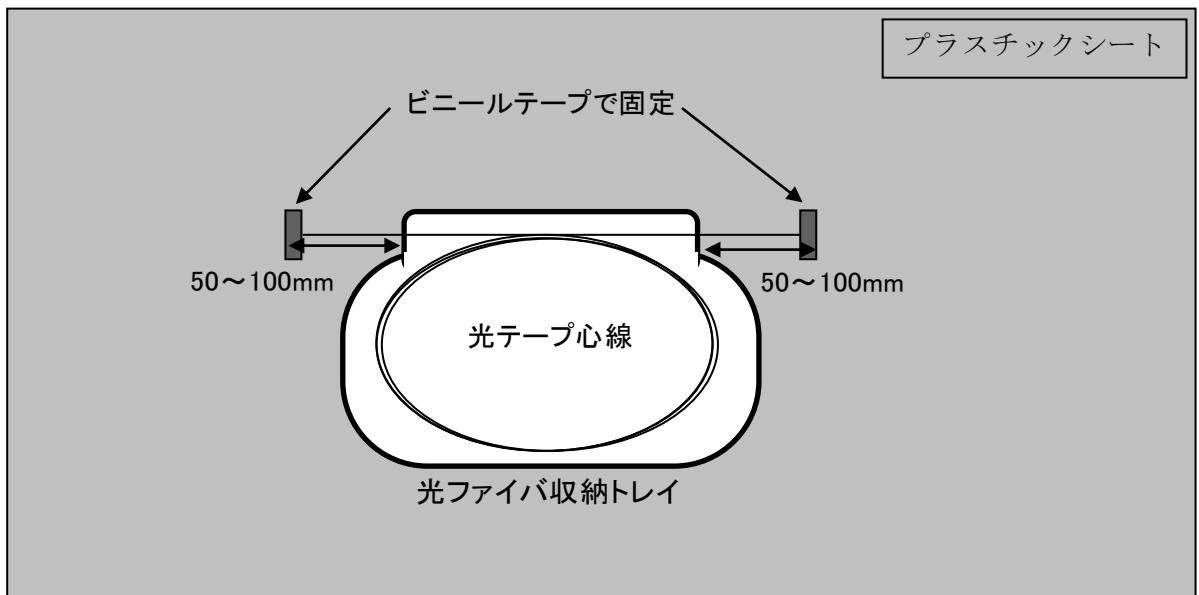

図1 光ケーブル配線施工作業課題
- (1) 図1を参考にして、支給されたプラスチックシート上に光ファイバ収納トレイの上部端から50~100mmのところで、支給された長さの光テープ心線の両端をビニールテープで固定する。(この固定作業は、試験開始前に行うこと)